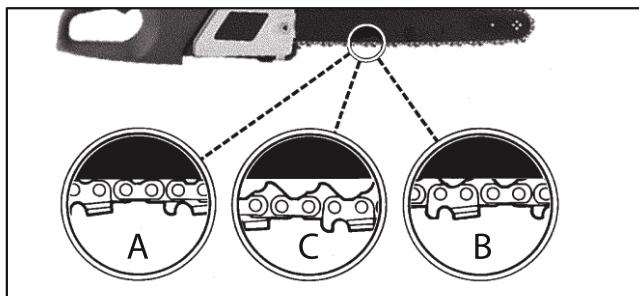

Рис. 6
На Рис. 6 показано как выглядит правильно натянутая цепь в холодном состоянии (A), в процессе работы (B), и как пример вид натяжения цепи нуждающейся в регулировке (C).